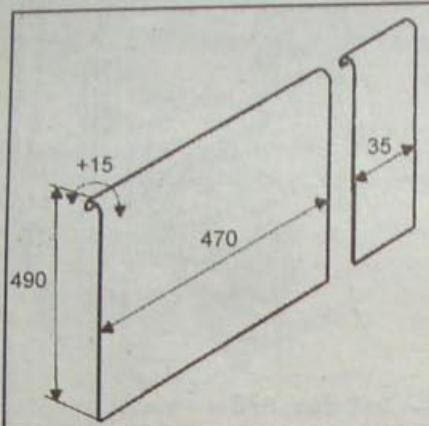

Рис. 6.25. Размеры защитного экрана на радиаторе системы охлаждения
- Установите защитный экран радиатора системы охлаждения двигателя, изготовленный самостоятельно (рис. 6.25).